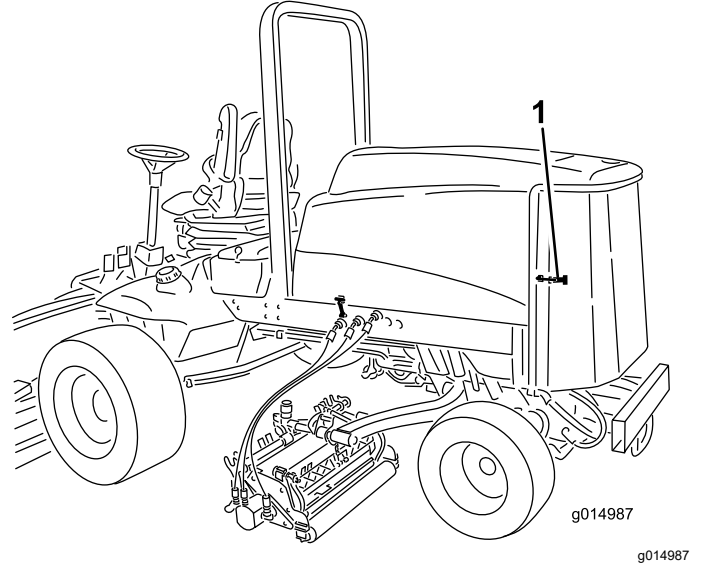

图 70
1. 打开门锁并旋开后滤网 (图 70)。彻底清洁滤网的所有杂物。